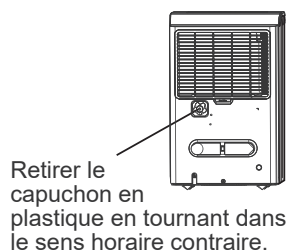

Figure 9
- Retirer le capuchon en plastique à l'arrière de l'appareil et le mettre de côté. Insérer ensuite un tuyau d'évacuation dans la sortie et faire courir le tuyau jusqu'au drain de sol ou vers une autre installation d'évacuation appropriée (consulter les Figures 9 et 10).